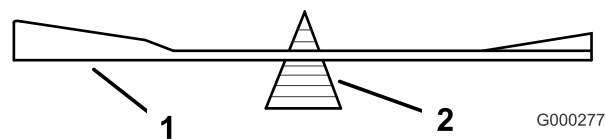
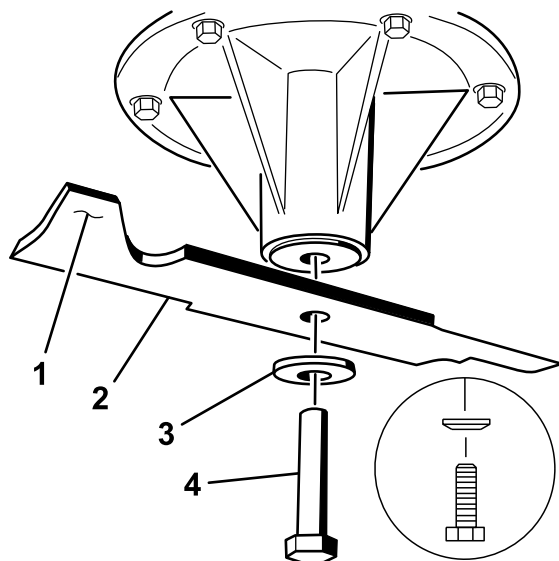

Figura 94
Figura 95
1. Instale la cuchilla en el eje (Figura 95).
2. Instale la arandela de muelle y el perno de la cuchilla. El cono de la arandela de muelle debe estar orientado hacia la cabeza del perno (Figura 95). Apriete el perno de la cuchilla a 115–149 Nm.
2. Verifique el equilibrio de la cuchilla colocándola sobre un equilibrador de cuchillas (Figura 94). Si la cuchilla se mantiene horizontal, está equilibrada y puede utilizarse. Si la cuchilla no está equilibrada, rebaje algo del metal en la parte de la vela solamente (Figura 95). Repita este procedimiento hasta que la cuchilla esté equilibrada.